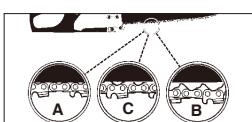

Fig. 6
VARNING: Om sågkedjan är FÖR LÖS eller FÖR SPÄND slits kugghjulet, svärdet, kedjan och vevaxelns lager ut snabbare. Se på fig. 6 för information om rätt kall spänning (A), rätt varm spänning (B) och som vägledning när sågkedjan behöver justeras (C).